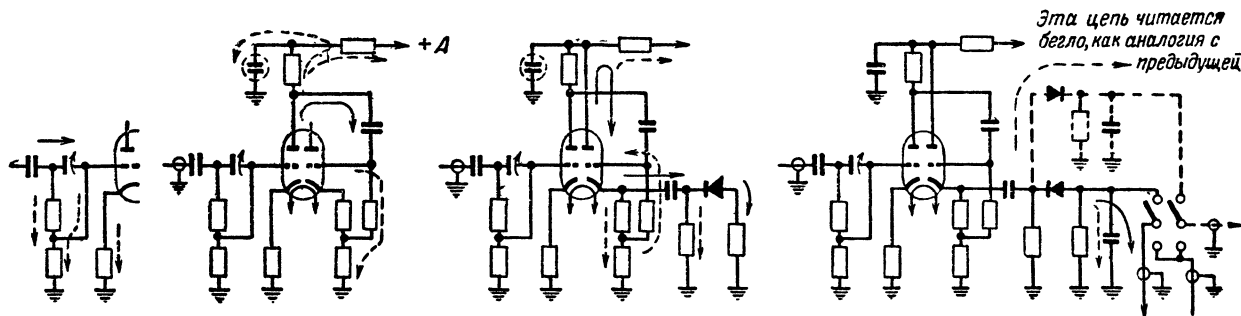

Рис. 4. Последовательные этапы чтения принципиальной схемы.
На рис. 4 показаны последовательные этапы чтения относительно простой схемы приставки для стереофонических передач1. Сплошные стрелки указывают направление чтения, а пунктирные — направление прослеживания второстепенных цепей.
1. Электрическая симметрия, имеющая место в таких устройствах, как балансные или двухтактные схемы, отображается графической симметрией расположения условных изображений относительно вертикальной или горизонтальной оси. В принципиальной схеме на рис. 4 такая симметрия использована, чтобы